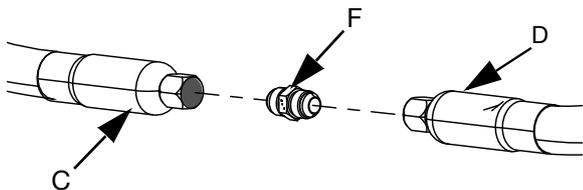

ABB. 24
- 6. Bei Verwendung von zwei Zufuhrschläuchen (C und D) das Fitting von Versorgungsschlauch 1 an Versorgungsschlauch 2 (F) verwenden, um Versorgungsschlauch 1 (C) an Versorgungsschlauch 2 (D) anzuschließen. Siehe ABB. 24.